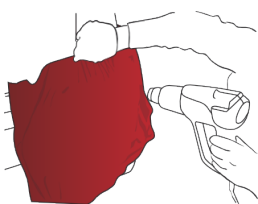

Figure 16
- › Après cette opération, chauffer entre 40 °C et 50 °C (FIG. 16) et tendre le film.